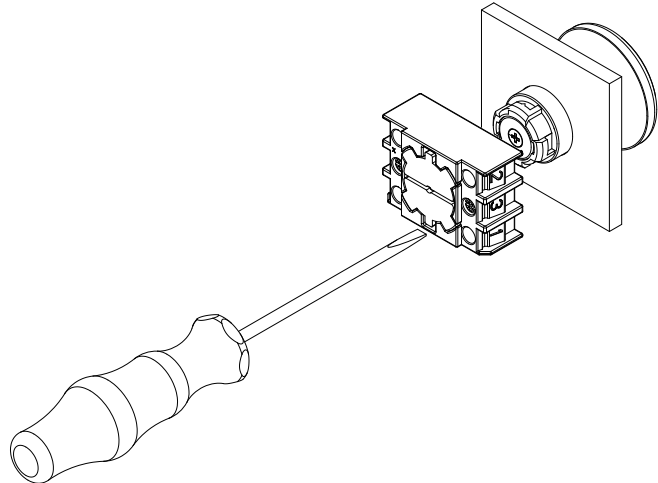

Fig. 10
2. Per smontare la flangia di montaggio, allentare le viti corrispondenti. Girare quindi la flangia di ca. 45° in senso orario e rimuoverla (vedi Fig. 10).